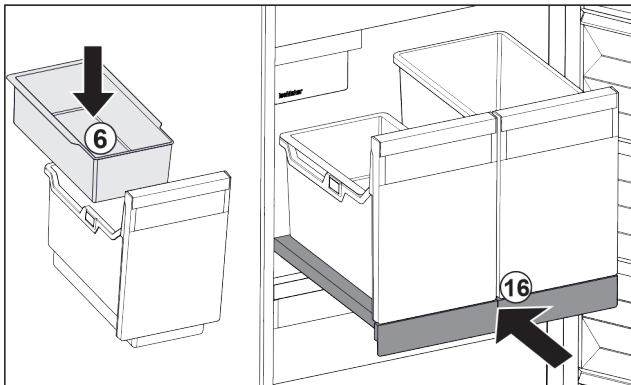

Fig. 32
- ▶ Inhangschaal Fig. 32 (6) voor ijsblokjes aanbrengen.
- ▶ Uitschuifplateau met bak (IceTower) er inschuiven. Fig. 32 (16)